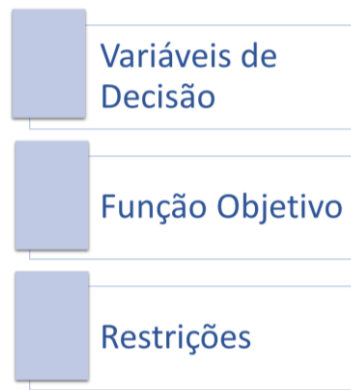

Figura 2. Estrutura da programação linear (modelo matemático).
A estrutura de um modelo de programação linear (PL) é sempre a mesma, seja ele um problema sobre mix de produção, mistura, transporte ou alocação, dentre outros. Conhecendo essa estrutura, será mais fácil construir o modelo matemático (PL), porque seja qual for o contexto, a estrutura se repete. A Figura 2 sintetiza essa estrutura do modelo de PL: